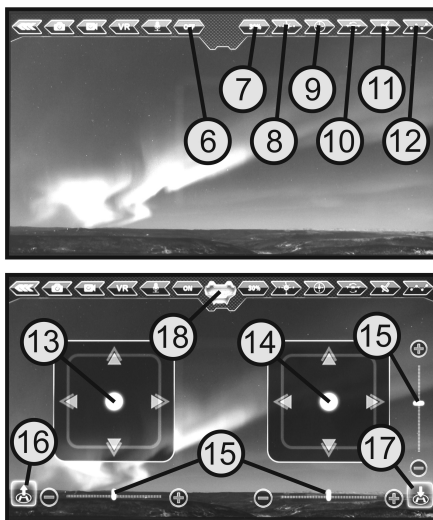

Figure 25
Lorsque le quadricoptère est placé sur une surface plane, il est recommandé de procéder à un calibrage des capteurs de position. Appuyez alors sur le bouton correspondant (voir figure 25, pos. 9) sur l'écran. Le bouton devient plus clair et la LED verte située à l'arrière du quadricoptère (voir figure 8, pos. 3) commence à clignoter. Après le calibrage, le bouton devient plus sombre et la LED du quadricoptère s'allume en continu.
La commande s'effectue à l'aide des deux leviers de commande virtuels. La fonction du levier de commande de gauche (voir figure 25, pos. 13) correspond à celle du levier de commande de la télécommande. La fonction tangage et roulis est exécutée à l'aide du levier de commande de droite (voir figure 25, pos. 14).
En outre, il est possible de régler le trim du quadricoptère. Par exemple, lorsque le quadricoptère dérive légèrement vers la gauche pendant vol stationnaire, activez le trim en appuyant sur le bouton (+) situé sous le levier de commande de droite jusqu'à ce que le quadricoptère soit de nouveau en vol stationnaire. Le voyant du trim (voir figure 25, pos. 15) quitte la position centrale. Si le quadricoptère dérive vers la droite, appuyez sur le bouton (-) situé sous le levier de commande de droite. Pour activer la fonction tangage et lacet, il serait nécessaire de régler le trim qui fonctionne selon le même schéma.